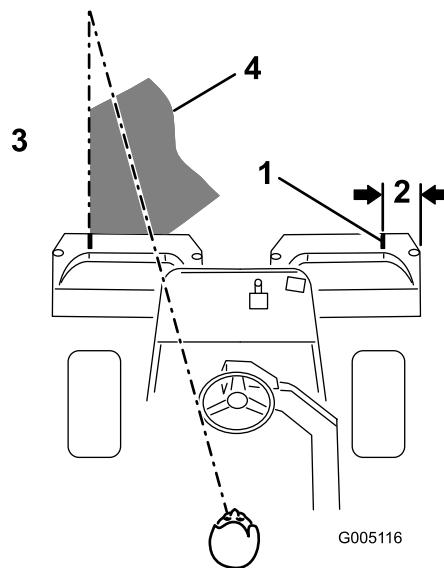

Figura 29
**Nota:** Per assistenza nel mantenimento di una linea retta sul green e nel mantenimento della macchina a una distanza pari dal bordo del taglio precedente, immaginate una linea di visione di circa 1,8–3 m davanti alla macchina fino al bordo della porzione di green non tosata (Figura 29). Includete il bordo esterno del volante come parte della linea di visione, ovvero mantenete il bordo del volante allineato con un punto che viene mantenuto sempre alla stessa distanza dalla parte anteriore della macchina.